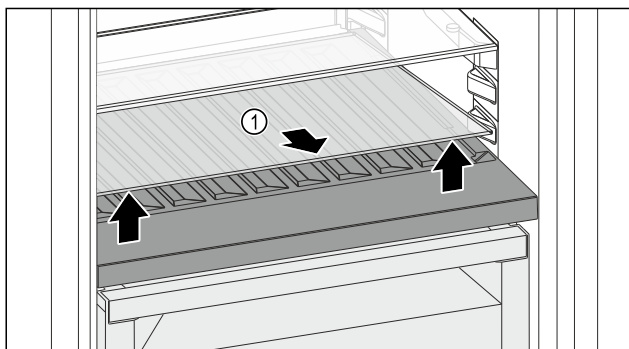

Fig. 97
- Emelje meg elől, a mélyedésnél az üveglapot Fig. 97 (1), és vegye ki.
- Biztonságosan tárolja az üveglapot Fig. 97 (1) a készüléken kívül.